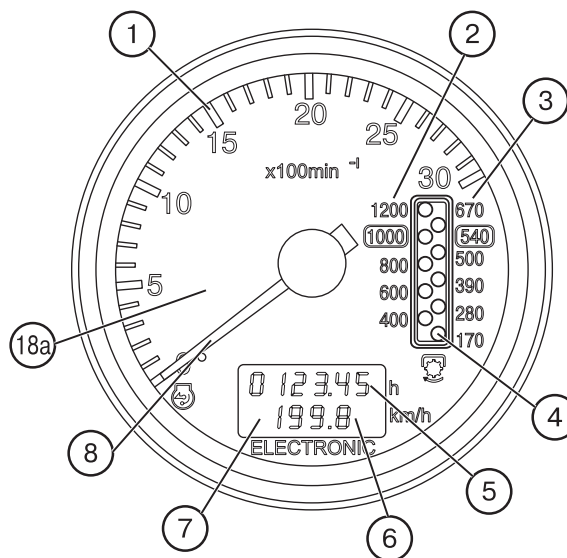

Рис. 9.1. Электрический тахоспидометр
- 18— тахоспидометр (см. рис. 9.1).